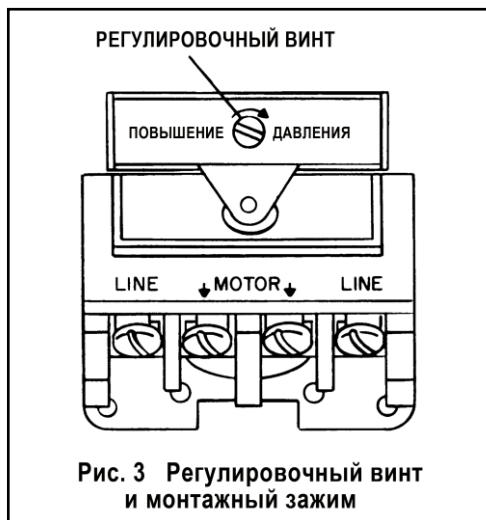

Рис. 3 Регулировочный винт и монтажный зажим
- Шаг. 4. Изоляционные трубки и электрические подсоединения с сигнализатором давления должны быть выполнены в соответствии с требованиями органов, имеющих соответствующую юрисдикцию и/или National Electrical Code. Обращайтесь к рис. 3 для идентификации монтажных зажимов.
- Если необходимо, снимите крышку с сигнализатора давления и отрегулируйте давление на выходе с помощью регулирующего винта, как показано на рис.3. Давление на выходе изменяется приблизительно на 1,5 psi (0,1 бара) через пол-оборота винта.